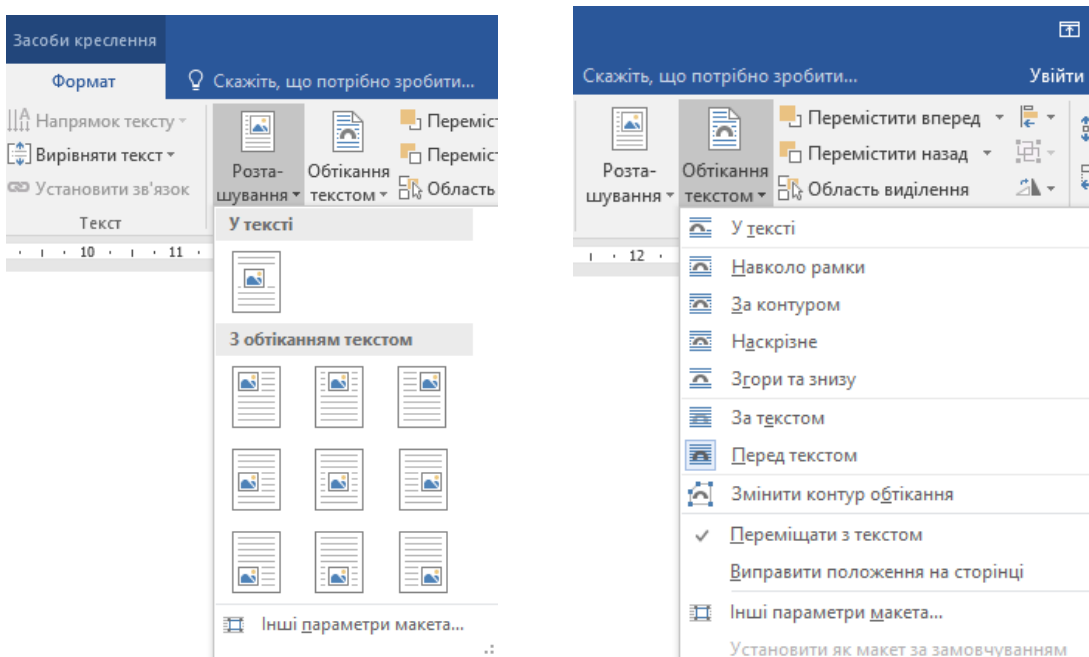

Рисунок 1.20 – Вкладка *Формат* розташування рисунка
13. У вкладці *Формат*, а потім у групі *Розташування* виберіть команду з *Обтіканням текстом* та вкажіть яке саме (рисунок 1.20).